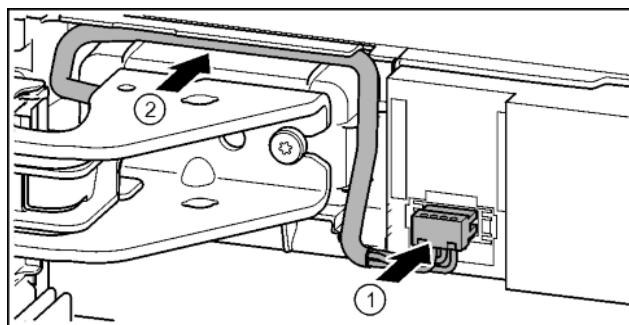

Fig. 35
- Зафиксировать штекер над верхним опорным кронштейном и осторожно уложить жилы кабеля в канал. Fig. 35 (1)
- Осторожно проложить серый кабель в направляющей над верхним опорным кронштейном. Fig. 35 (2)